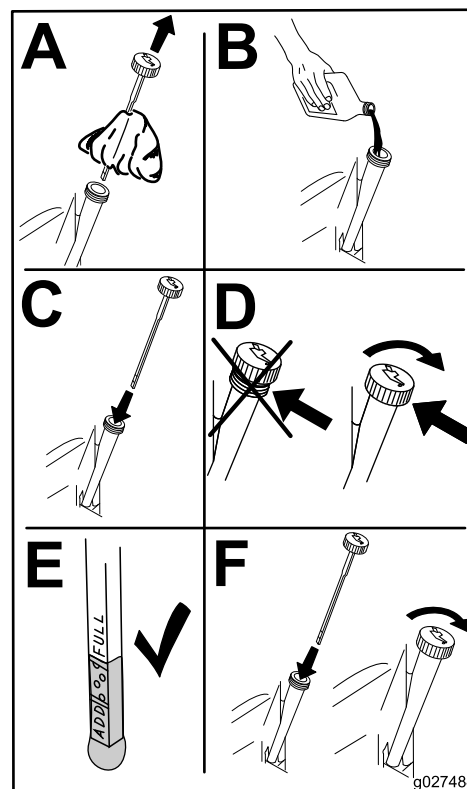

Figura 22
4. Lentamente, deite cerca de 80% da quantidade do óleo especificado no tubo de enchimento (Figura 22).
5. Aguarde 3 a 5 minutos para o óleo assentar e, em seguida, verifique o nível do óleo (Figura 22).